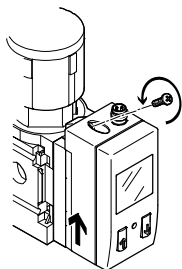
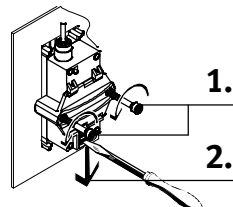

Fig. 25
Fig. 28
4. Отсоедините крепления → Fig. 25 – Fig. 28